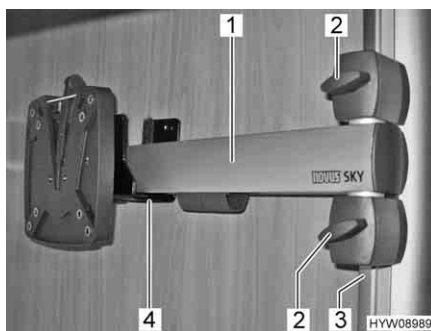

Fig. 63 Supporto dello schermo (raffigurato senza schermo piatto)
- Svitare le viti ad aletta (Fig. 63,2).
- Spingere verso l'alto il supporto dello schermo (Fig. 63,1) nella guida (Fig. 63,3), finché non risulta più fissato nel supporto (Fig. 63,4).
- Stringere di nuovo le viti ad aletta (Fig. 63,2).